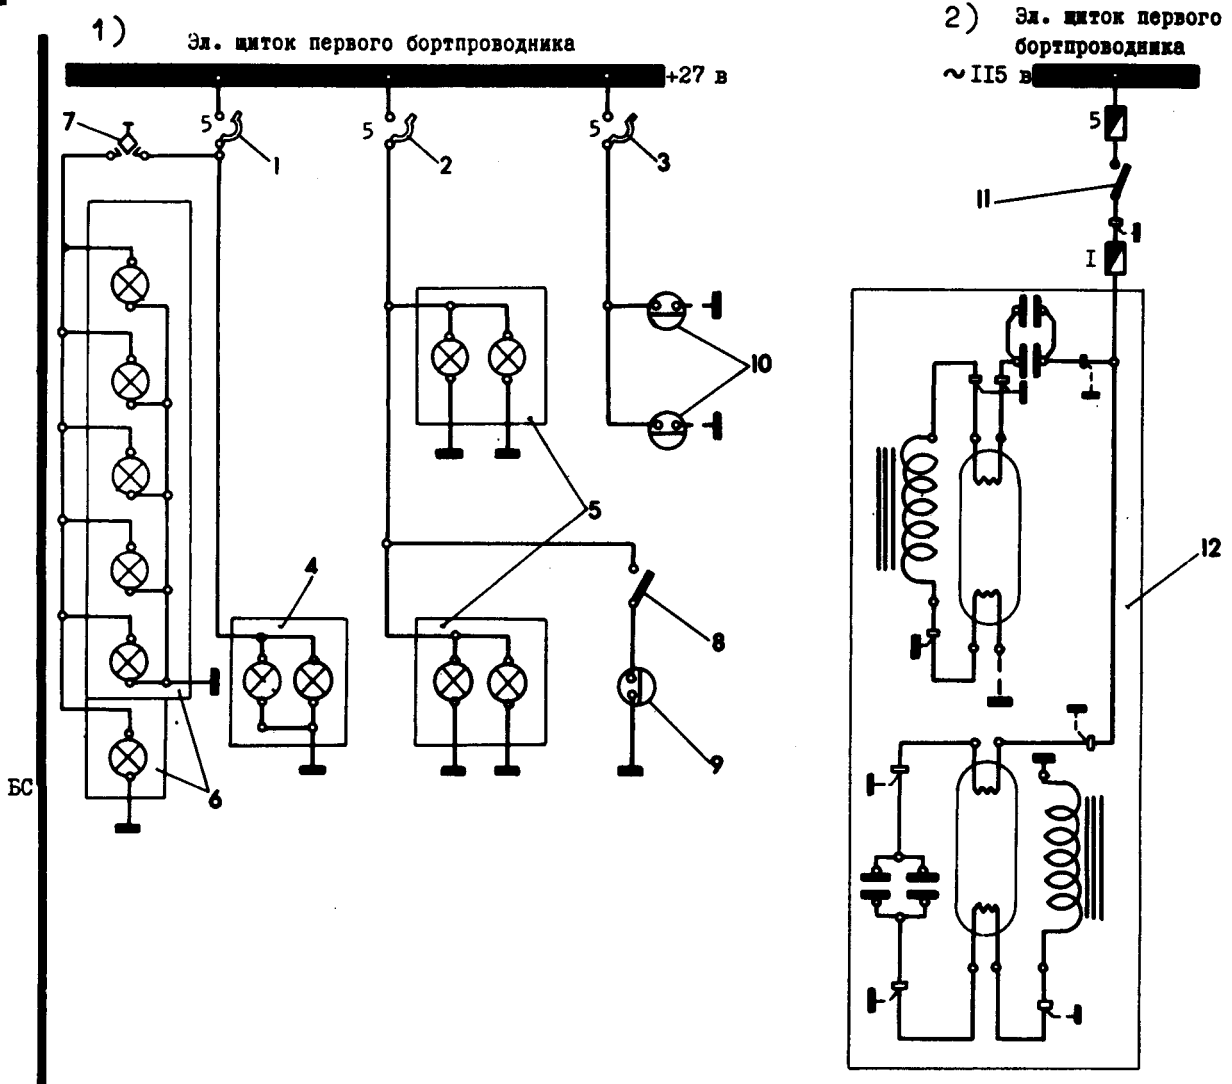

Abb. 1 Prinzipschaltung der Beleuchtung der Büfett-, Garderoben- und Gepäckräume
Das vordere Büfett besitzt eine allgemeine und eine Tischbeleuchtung. Die allgemeine Beleuchtung des Büfetts und des Vestibüls erfolgt mit der Leuchte (4), Abb. 1, die an der Decke bei Spant 15d angebracht ist. Die Leuchte hat zwei Glühlampen SM28-10. Der Tisch des Büfetts wird mit einer Leuchte (6) mit fünf Glühlampen SM28-10 und mit der Leuchte P-39 (6) mit der Glühlampe SM28-10 beleuchtet. Die Speisestromkreise der Leuchten des Büfetts und des Vestibüls sind mit Sicherungsautomaten ASS-5 abgesichert, die am Schaltpult des ersten Stewards angebracht sind. Dabei ist ASS-5 (1) "Büfettbeleuchtung" gleichzeitig Schalter der Deckenleuchte. Die Leuchten des Büfetts werden mit dem Knopfschalter KG-5 (7) eingeschaltet, der direkt an der Verkleidung der Leuchte angebracht ist. Das hintere Büfett wird mit der Tageslichtleuchte (12) beleuchtet, die über dem Tisch an der abklappbaren Festerplatte befestigt ist. In der Leuchte befinden sich zwei Warmton-Leuchtstofflampen mit 15 W Leistung vom Typ LTB-15. Sie sind mit einer Sicherung SP-1 abgesichert. Die Sicherung befindet sich an der Drosselplatte, die an den Bodenträgern zwischen Spant 42 und 43 angebracht ist. Eingeschaltet wird die Leuchte mit dem Schalter W-200 (11), der sich an der Schalttafel des zweiten Stewards befindet.